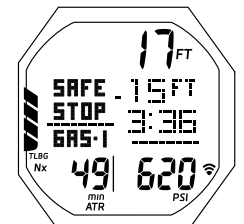

Fig. 78A - ÉCRAN PRINCIPAL DE PALIER DE SÉCURITÉ (profondeur/temps de palier définis)
**ÉCRAN PRINCIPAL DE PALIER DE SÉCURITÉ (si temps/profondeur de palier réglés sur On)** : paramètres affichés (Fig. 78A) -